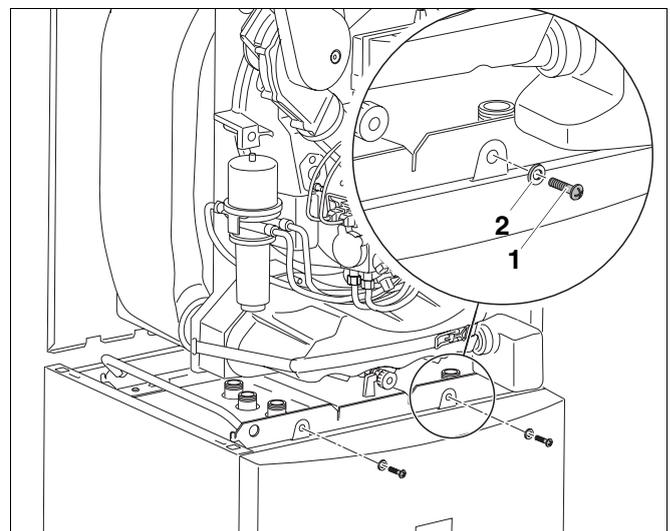

Bild 10 Heizkessel mit S135/S160 verschrauben
Die Befestigungsschrauben (Bild 10, **Pos. 1**) und Scheiben (Bild 10, **Pos. 2**) werden mit dem heizkreisseitigen Anschluss-Set mitgeliefert.
- Den Heizkessel mit je zwei Schrauben M 8 x 16 (Bild 10, **Pos. 1**) sowie Unterlegscheiben (Bild 10, **Pos. 2**) vorne und hinten an den S135/S160 schrauben.